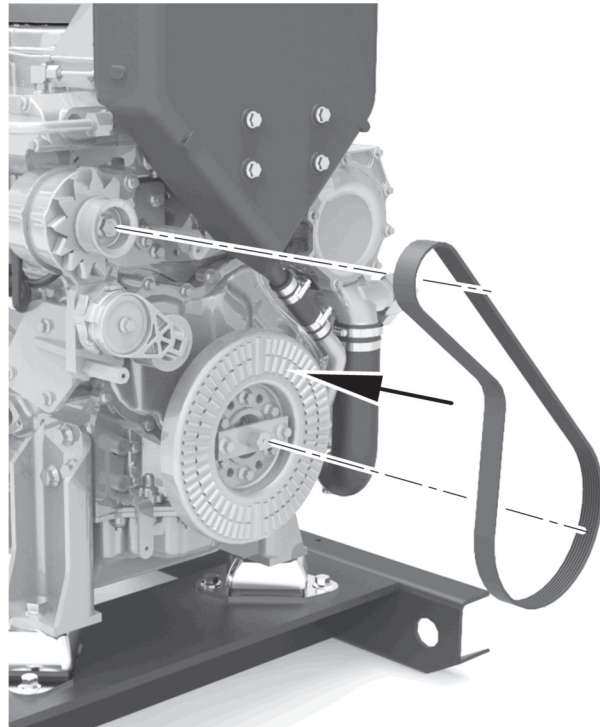

Abbildung 16
3. Bauen Sie den neuen Riemen richtig ein, wie in Abbildung 16 gezeigt. Sorgen Sie dafür, dass der Riemen gut auf den Riemenscheiben sitzt. Die korrekte Spannung wird automatisch angelegt, wenn die Ratsche entfernt wird.